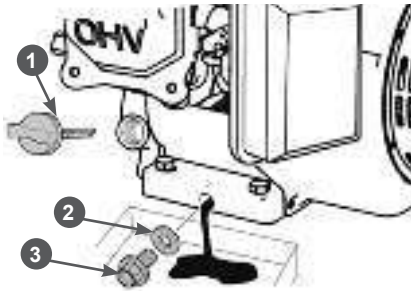

Рис. 11 Замена масла в двигателе
горловины и протрите щуп чистой ветошью (Рис. 11).
- Открутите пробку 3 для слива масла и слейте отработанное масло в подготовленную для этого емкость (Рис. 11).